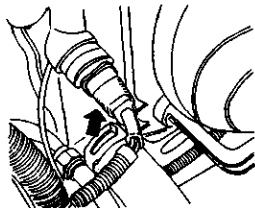

图 2-4 拔下散热器左侧的热敏开关电线插头
6) 拔下散热器左侧的热敏开关导线插头, 如图 2-4 所示。